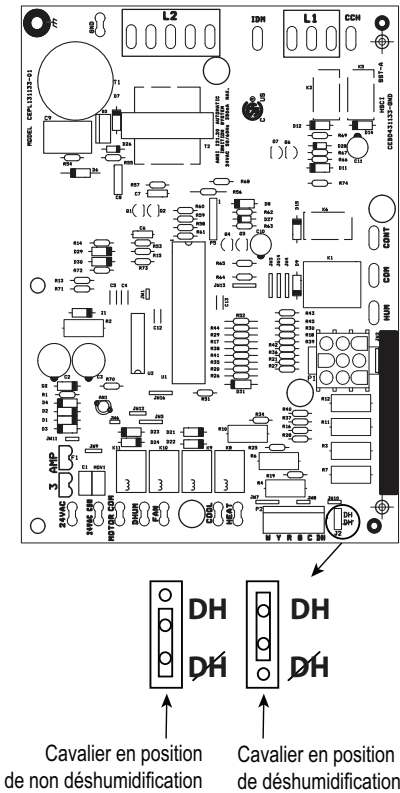

Fig. 13 – Carte IGC – Appareils monophasés
Cet appareil est réglé en usine pour un fonctionnement à vitesse unique de débit d'air en mode de refroidissement. Pour les modèles monophasés, la vitesse de mode de refroidissement correspond au marquage COOL (refroidissement) sur le régulateur de gaz intégré (IGC) (consultez Fig. 13). Les paramètres expédiés de l'usine sont notés dans Tableau 7. Il y a jusqu'à 3 prises de vitesse supplémentaires disponibles en mode de chauffage ou de refroidissement, ou un mode de vitesse de ventilateur continu (consultez le tableau Tableau 6 pour les codes de couleurs des fils du moteur de ventilateur intérieur). Pour les modèles monophasés, une des prises de vitesse supplémentaires est raccordée à la vitesse de ventilateur continu. Les deux autres fils dans le boîtier de commande près du régulateur de gaz intégré (IGC) ne sont pas raccordés.
- 1. Déplacez le cavalier de dérivation sur la carte IGC à DH (consultez Fig. 13).